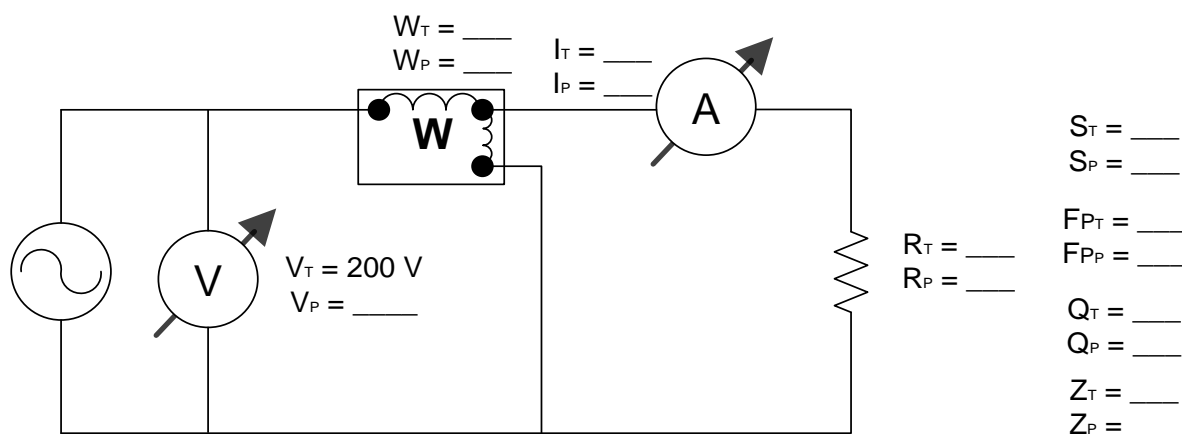

Figura 8 – Esquema básico para a ligação da carga resistiva
**Ensaio 1:** Conectar a resistência  $R$ , conforme o circuito a Figura 8, realizar as leituras dos instrumentos e calcular os valores indicados: